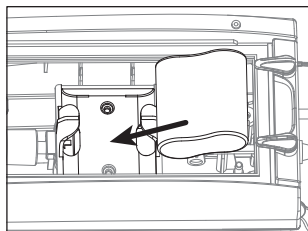

Bild 10
3. Legen Sie den Akku in die Halterung und schieben Sie ihn bis zum Ende. (Bild 10)